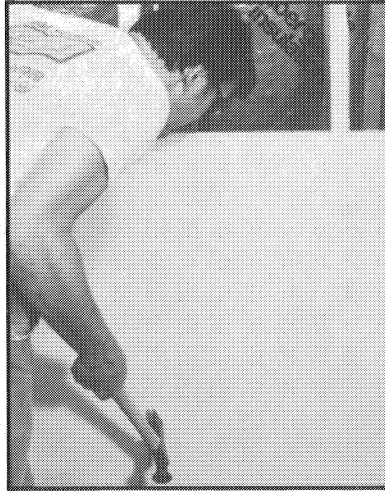

Fig. 4
3. Coloque el panel contra la pared. Localice la caja de salida (vea Fig. 4) y marque el centro aproximado en el panel. La peña del martillo es excelente para hacer eso. Monte el panel en la pared.